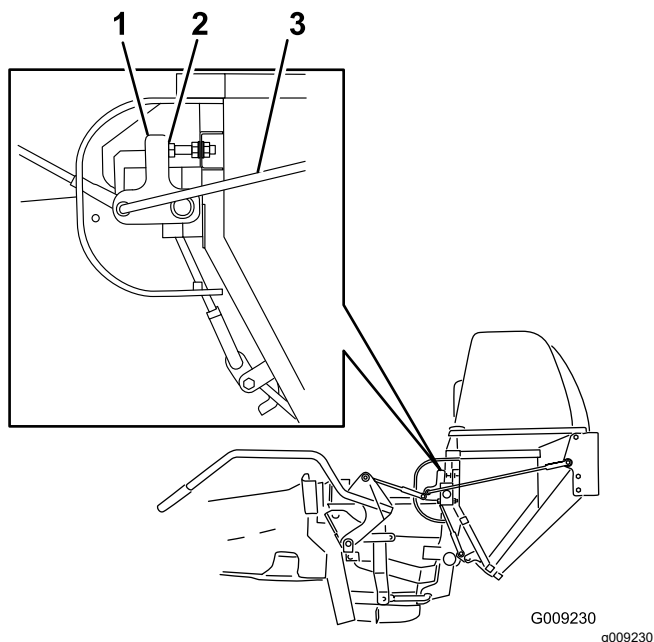

Figura 52
3. Con la puerta cerrada, afloje las tuercas y ajuste los tornillos de tope hasta que el brazo de contacto quede en posición vertical (Figura 52).
4. Ajuste la longitud de las varillas de acoplamiento de la bisagra hasta que la puerta se cierre por completo con una fuerza razonable sobre la palanca (Figura 52).